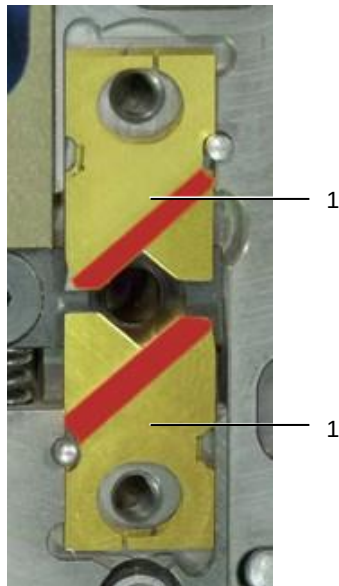

Fig. 31: Sett inn blader
- Monter hvert bladpar slik at de skråskårede kantene (merket i fig. 31 rødt) peker utover.